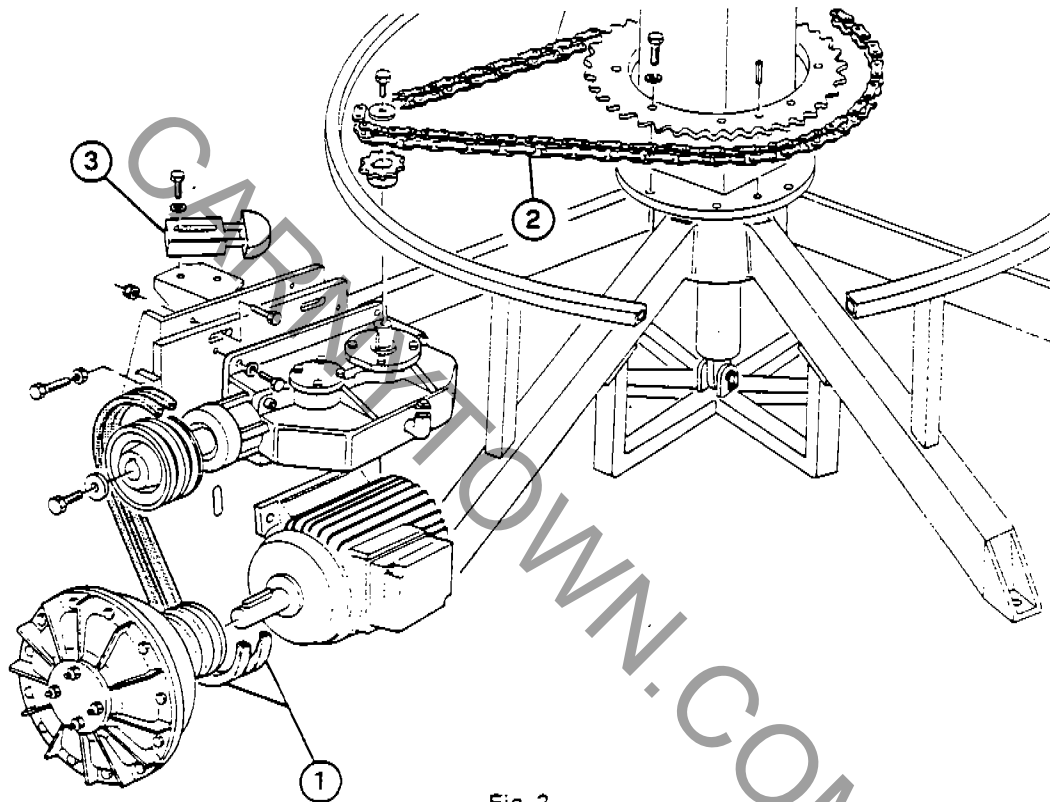

Fig. 2
- Check tension and wear of ride belts (1-Fig. 2).
- Grease drive chain (2-Fig. 2).
- Check for good working of chain tightener (3-Fig. 2).
- Verificare lo stato di usura e tensione delle cinghie di trasmissione (1-Fig. 2).
- Ingrassare la catena di trasmissione (2-Fig. 2).
- Controllare il corretto funzionamento del tendicatena (3-Fig. 2).